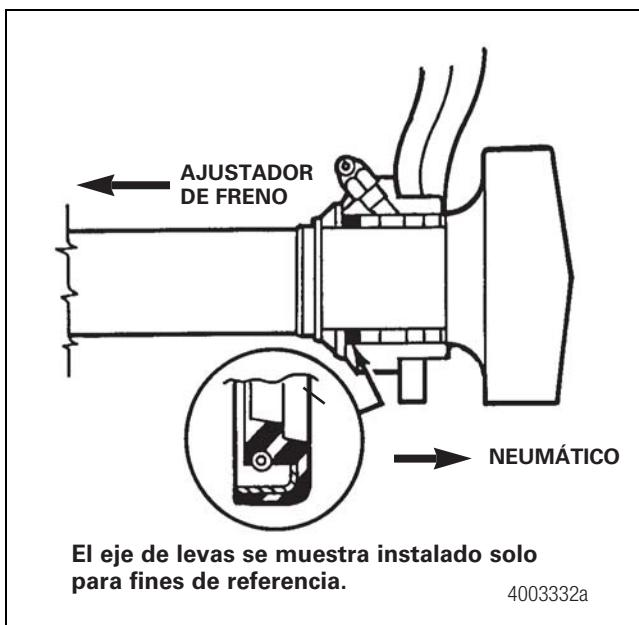

Figura 11.35
A. En bujes de plástico, instale un sello de grasa. Verifique que el borde del sello apunte hacia el ajustador de freno y que el cuerpo del sello esté presionado contra el casquillo de acero. Figura 11.35.